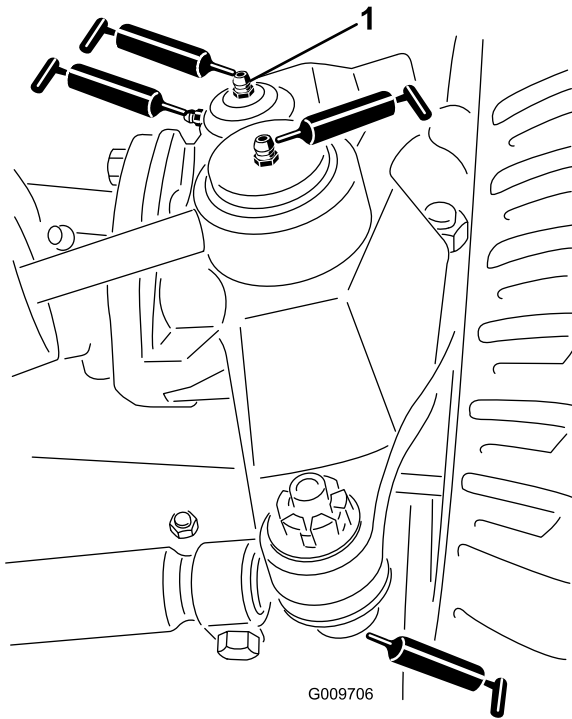

Bild 45
- Lenkzylinder-Kugelgelenke (2) (Bild 45)
- Spurstangen-Kugelgelenke (2) (Bild 45)
- Achsschenkelbolzen (2) (Bild 45) **Fetten Sie die obere Armatur am Achsschenkelbolzen nur einmal jährlich (2 Pumpen).**